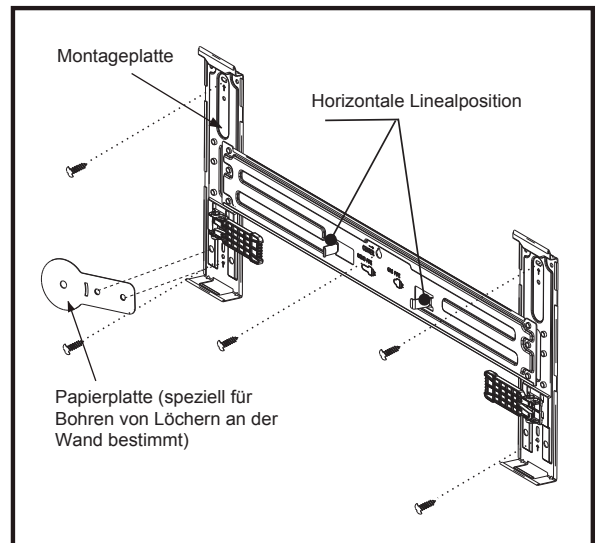

Abb. 1
- 6) Richten Sie die zwei Löcher der Papierplatte auf die zwei Löcher der Montageplatte aus, wie in Abb. 1 dargestellt.
- 1) Entscheiden Sie sich für die Lochstelle der Rohrleitung nach der Lage der Montageplatte. (Siehe die Position und Größe der Papierplatte wie in Abb. 1 gezeigt).
Hinweis: Wenn es ein Loch an der Wand gibt, müssen Sie den runden Teil der Papierplatte auf das Loch an der Wand ausrichten. Dann richten Sie die zwei Löcher der Montageplatte auf die zwei Löcher der Papierplatte (in Abb. 1 gezeigt), um den Installationsort für die Montageplatte zu bestätigen.